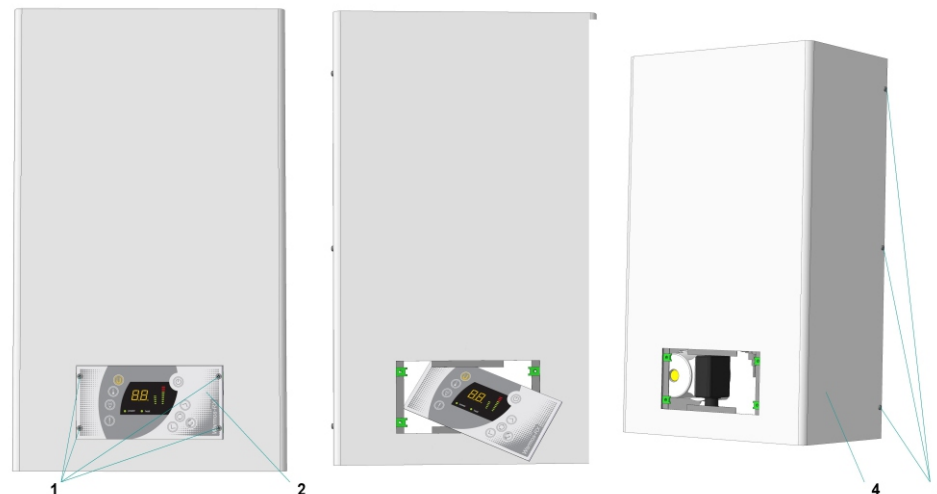

Рисунок 1. Внешний вид. Снятие кожуха.
Внешний вид изделия представлен на рис. 1.
- все токоведущие части прибора должны быть надежно закрыты. Запрещается работа прибора при снятом кожухе (5) рис. 1.